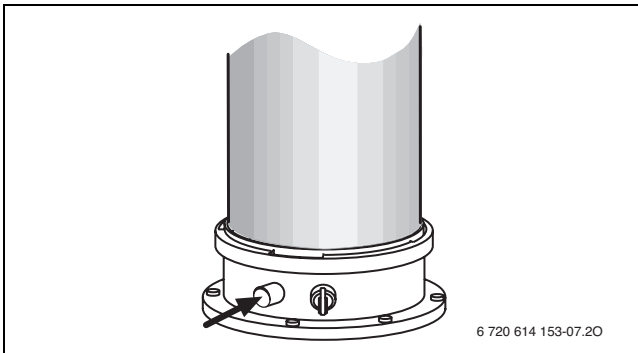

Fig. 38
- Rimuovere il tappo dalle prese di analisi combustione (→ fig. 38).